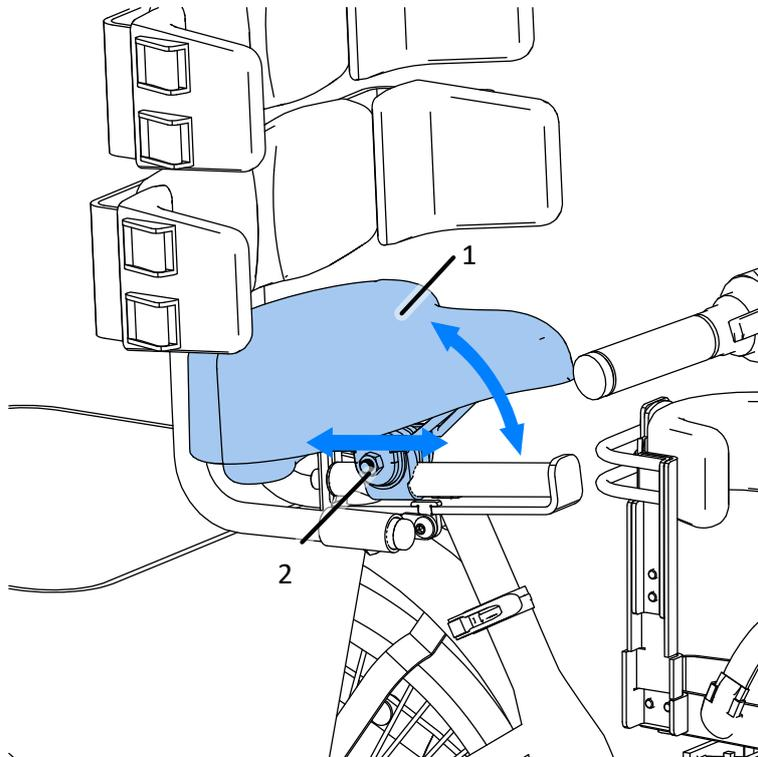

Abb. 15
Abb. 15 zeigt die Einstellung des Sattelwinkels. Um den Winkel des Sattels (1) zu ändern, lösen Sie die Mutter (2) mit einem Schlüssel SW13. Wenn die gewünschte Position erreicht ist, ziehen Sie die Mutter (2) fest. Es ist zu bedenken, dass die Kippbewegung durch die Muskelkraft des Bedieners erreicht wird. Daher wird empfohlen, die Einstellung möglichst dann vorzunehmen, wenn sich der Benutzer nicht auf dem Sitz befindet.